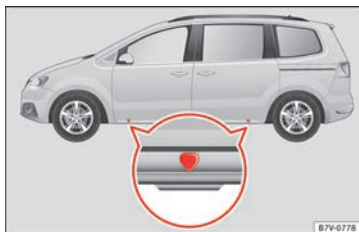
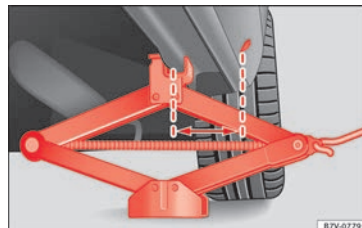

Fig. 187 Puntos de apoyo del gato.
Fig. 188 Gato colocado en la parte trasera izquierda del vehículo.
El gato sólo se debe colocar en los alojamientos indicados (marcas en la carrocería) **» fig. 187**. La marca indica la posición de los puntos de apoyo **debajo** del vehículo. Los puntos de apoyo se encuentran en los nervios situados **detrás** de los cantos delanteros **» fig. 188**. Utilice en cada caso el punto de apoyo respectivo de la rueda a cambiar **» ⚠**.
6. Busque debajo del vehículo el punto de apoyo para el gato » fig. 187 que se encuentre más próximo a la rueda que vaya a cambiar.
8. Asegúrese de que el pie del gato quede por completo firmemente apoyado en el suelo, y de que esté colocado exactamente debajo del punto de apoyo » fig. 188.
9. Centre el gato y siga subiéndolo con la manivela hasta que la garra abarque el nervio situado debajo del vehículo » fig. 188.
- Coloque el gato únicamente en los lugares descritos. La garra del gato debe quedar asegurada, abarcando el nervio del refuerzo de los bajos » fig. 188.